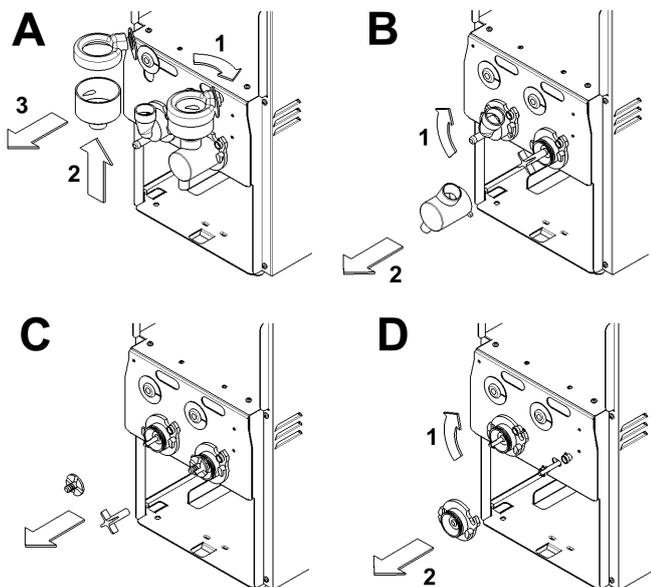

figura 6
- 5 Per smontare i miscelatori procedere come segue (vedere figura 6):
1 Rimontare i gruppi di miscelazione con sequenza inversa rispetto a quella descritta nel capitolo precedente (vedere figura 6).